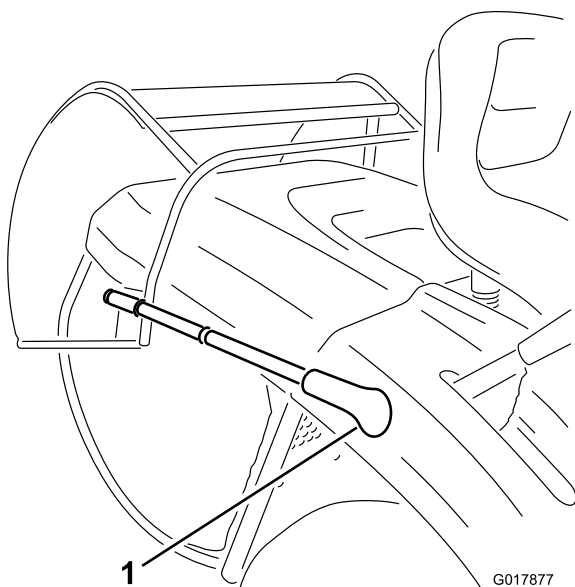

Figura 16
3. Tire de la palanca de volteo del recogedor hacia adelante para volcar el recogedor (Figura 16).